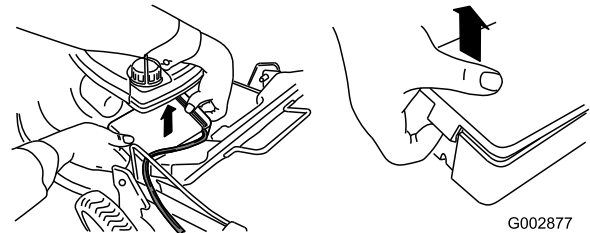

Figura 39
1. Desenganche ambos extremos de la tapa de la batería y retírela (Figura 39).